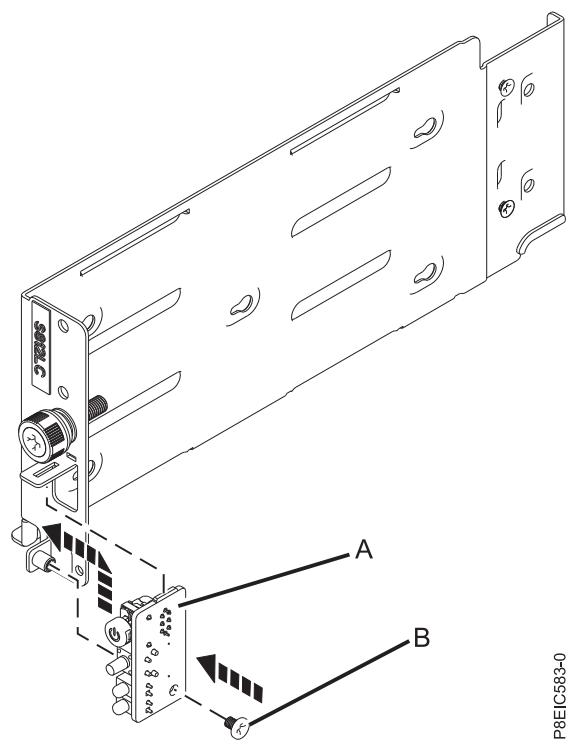

図 63. 電源スイッチ・カードの取り替え
2. 位置合わせタブを使用して、電源スイッチ・カード **(A)** とケーブルを持ち上げてホルダー内に挿入します。ねじ **(B)** を再取り付けして、電源スイッチ・カードを固定します (59 ページの図 63 を参照)。